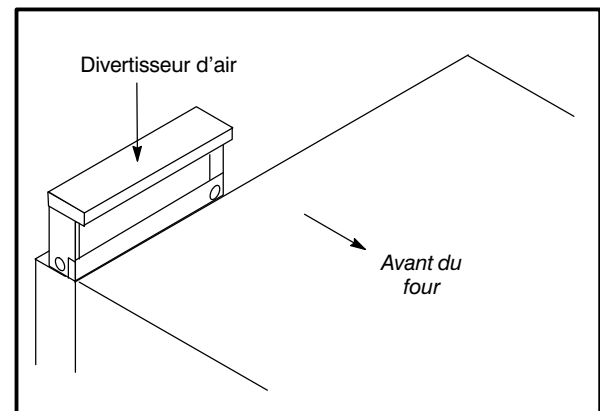

Figure 23
1. Placer le déviateur au-dessus du connecteur de cheminée avec la partie ouverte tournée vers l'avant du four. Voir Figure 23.